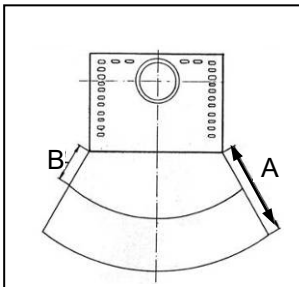

Fig. 2
Per gli elementi costruttivi, i mobili e i tessuti di arredamento infiammabili situati nella zona di irraggiamento della stufa è necessario rispettare una distanza minima di **120 cm (A)**, misurati dal bordo anteriore dell'apertura del focolare. La distanza di sicurezza si riduce ai **60 cm (B)** qualora di fronte all'elemento sia installata una proiezione areata (v. fig. 2).